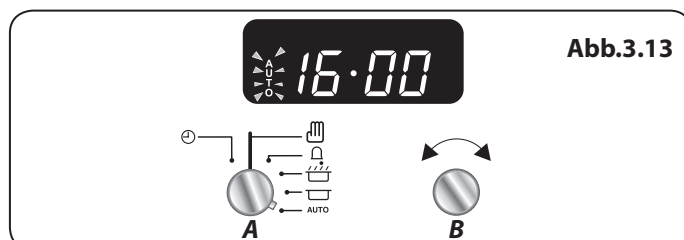

Abb.3.13
6. Sobald das Programm den Ofen startet, erscheint das Kochsymbol auf dem Display. Wenn die vorgegebene Zeit abgelaufen ist, ertönt ein Signalton und der Multifunktionsherd schaltet sich ab. Das Kochsymbol auf dem Display verschwindet und die „AUTO“-Anzeige blinkt (**Abb.3.13**).